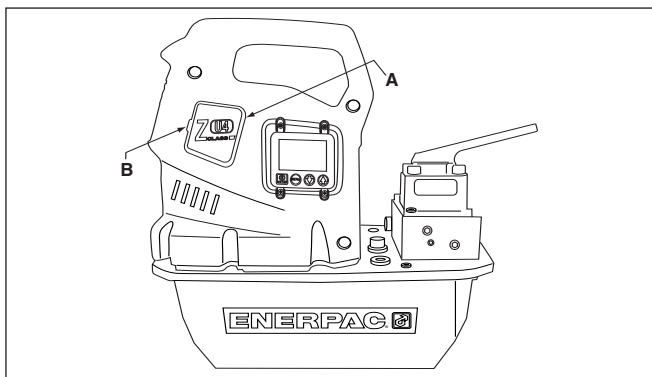

Abb. 8, Entfernen der Bürstenkappe
2. Entfernen Sie beide Bürstenkappen (A), indem Sie die Bürstenkappenverriegelung biegen (B) und vorsichtig nach außen bewegen (siehe Abb. 8).